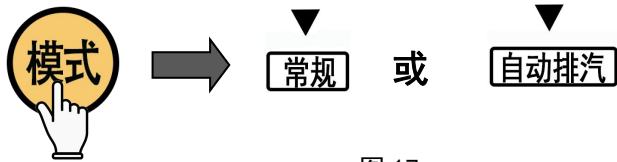

图 17
⑥快速冷却设置：可在按“启动”键前或灭菌程序结束前按下“快速冷却”键进行设置。选择此功能，机器将在排汽时启动快速冷却风扇加速排汽。
⑦模式选择：可切换常规或者自动排汽模式（图17）。（仅适用于【自动排汽型】）